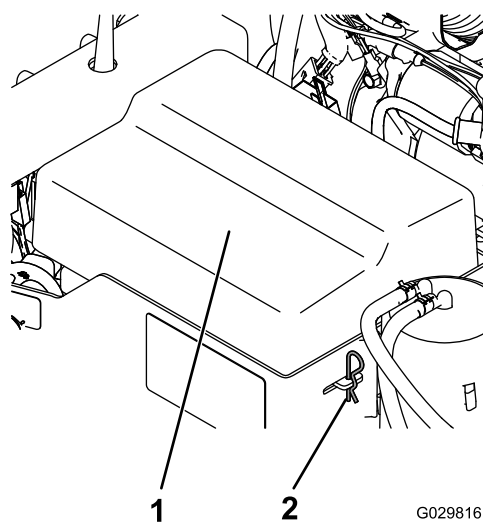

Figure 3
1. Retirez les 2 goupilles fendues qui fixent le couvercle de la batterie sur son boîtier, et déposez le couvercle (Figure 3).
6. Placez le couvercle sur le bac de la batterie et fixez-le avec les 2 goupilles fendues (Figure 3).